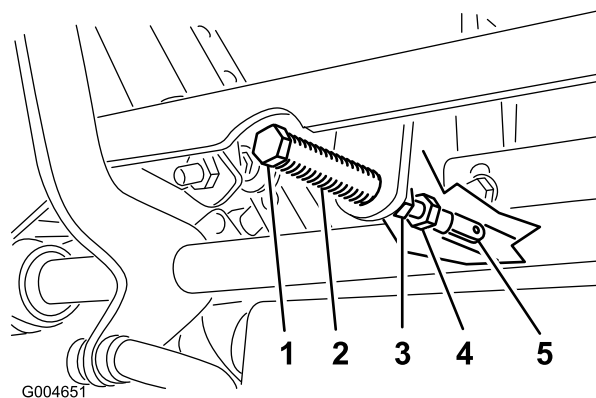

Figura 61
5. Tirate indietro la leva finché il cavallotto con testa (sul braccio sottostante l'albero di articolazione) non tocca l'estremità della scanalatura (inizia a premere sulla molla) (Figura 61).
7. Se occorre regolare, allentate il dado e il controdado contro la forcella (Figura 61).
8. Premete leggermente indietro la leva di comando del movimento e girate la testa del bullone di regolazione nella direzione opportuna finché la leva di comando non si trova al centro, in posizione di bloccaggio in folle (Figura 61).
9. Serrate il dado e il controdado (Figura 61).
9. Serrate i controdadi dei giunti a sfera (Figura 61).